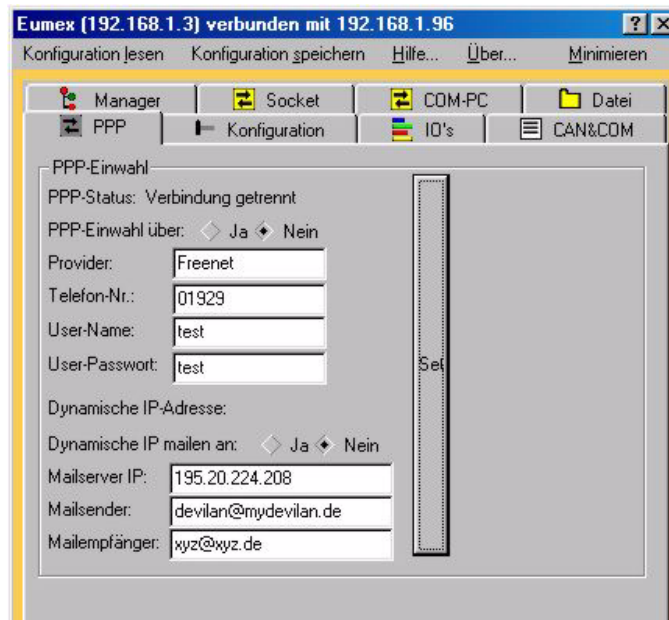

Abb. 4: Dialogbox PPP
4. Eintragen der Parameter „Provider“, „Einwahlnummer“, „User-Name“, „User-Passwort“ (siehe auch Tabelle 1) in der Dialogbox *PPP* (Abb. 4)